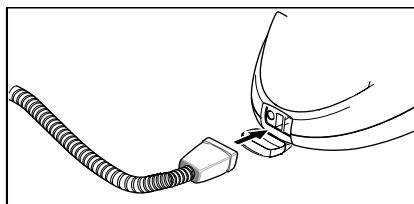

Figure 2
- Enclencher correctement le connecteur vapeur (C6) dans la prise de l'appareil (A1). Les crans du connecteur vapeur situé sur le couvercle de la prise de l'appareil doivent s'enclencher (voir Figure 2).